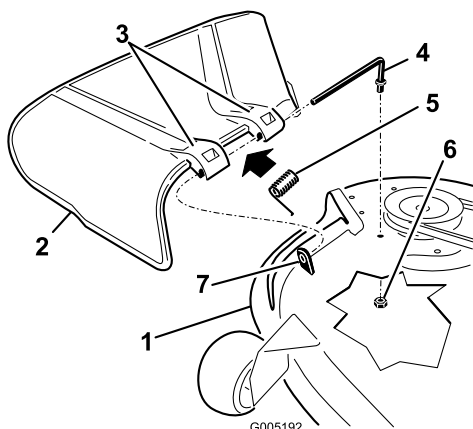

Figure 50
1. Repérez les éléments illustrés dans la Figure 50.
2. Retirez l'écrou (3/8 pouce [9,5 mm]) de la tige, sous le plateau de coupe (Figure 50).
- Sortez la tige de la courte cheville de positionnement, de la rondelle-frein intérieure, du ressort et du déflecteur d'herbe (Figure 50). Enlevez le déflecteur s'il est endommagé ou usé.
- Reposez le déflecteur d'herbe et la rondelle-frein intérieure (Figure 50).
- Placez le ressort sur la tige, les fils d'extrémité dirigés vers le bas, entre les supports du déflecteur d'herbe. Insérez la tige dans le deuxième support du déflecteur d'herbe et la rondelle-frein intérieure (Figure 50).
- Insérez la tige à l'avant du déflecteur dans la courte cheville de positionnement sur le plateau. Fixez l'extrémité arrière de la tige dans le plateau de coupe à l'aide d'un écrou (3/8 pouce [9,5 mm]) (Figure 50).